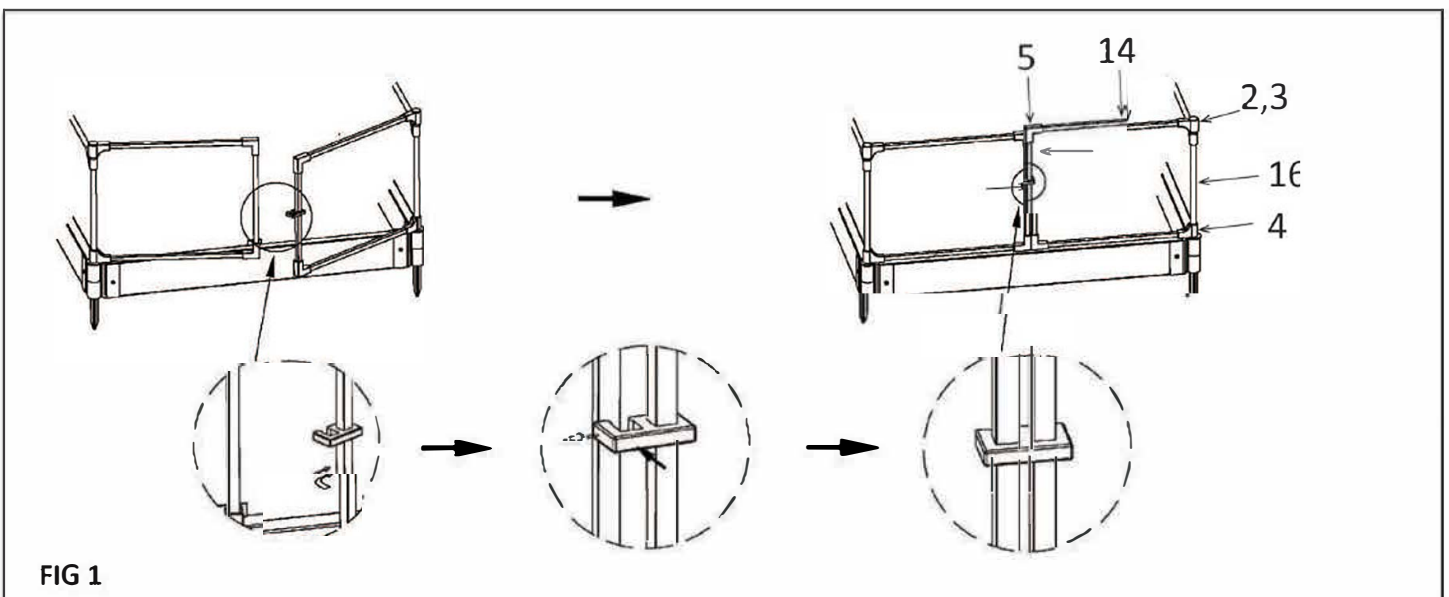

FIG 1
STEP 1 - Install left and right gates (FIG 1)
Étape 1 – Installer les portes gauche et droite. (Fig. 1)